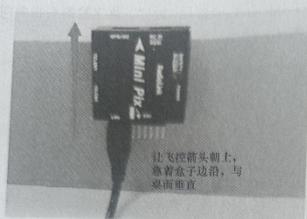

图 5-15 机头向上放置图
④ 下一步界面提示“Place vehicle nose UP and press any key”，将飞控箭头指向朝上靠在盒子边沿，如图 5-15 所示，然后点击“Click When Done”。